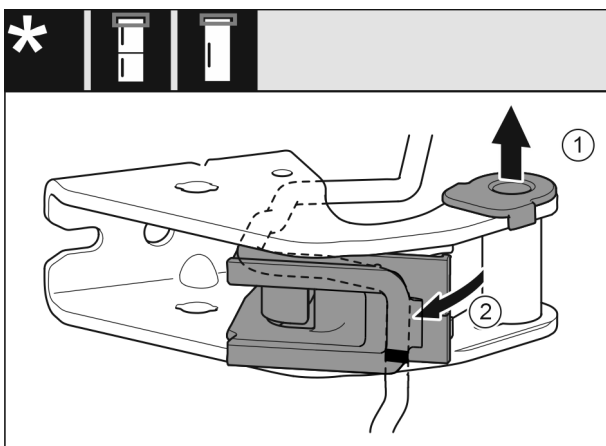

Fig. 26
- Trekk lagerbøssingen ut av føringen. Fig. 26 (1)
- Sving kabelholderen ut. Fig. 26 (2)